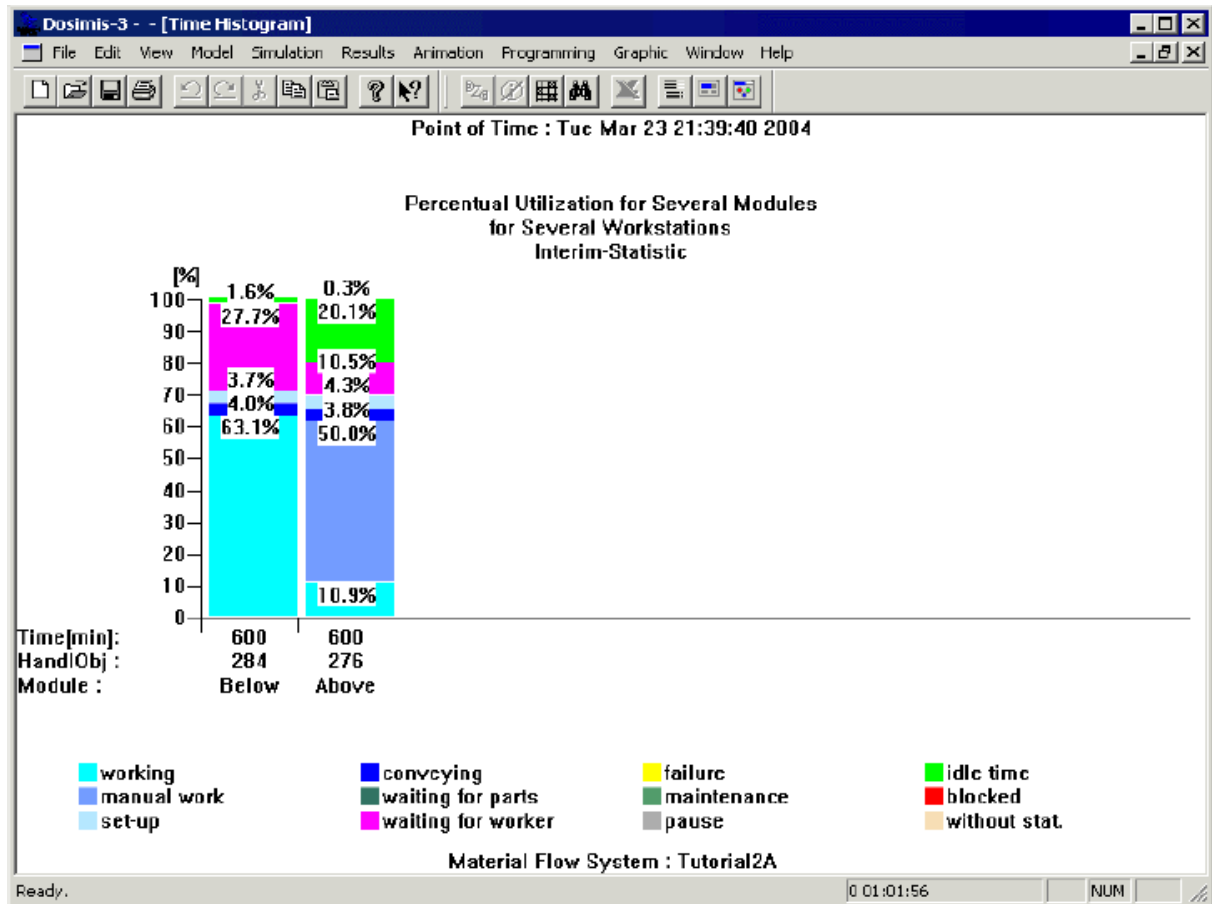
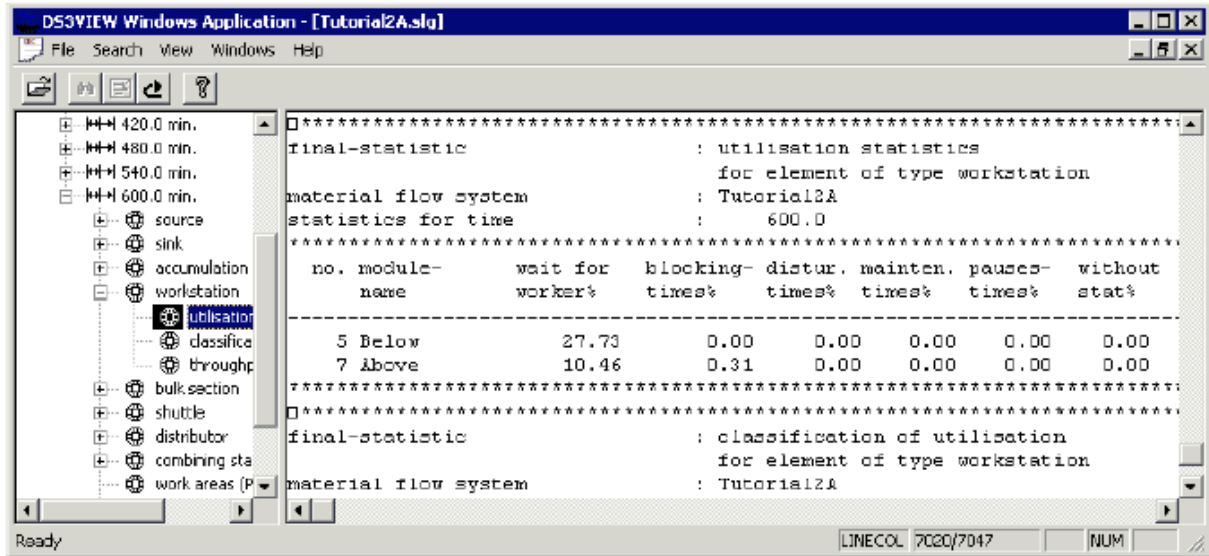

图 8.12 2 个工作站的时间直方图
图 8.13 工作站模块最终统计结果
- 点击主菜单“结果”下的“时间图”子菜单。将显示如图 8.12 所示的 2 个工作站的时间直方图。
从图 8.12 可以看出，2 个工作站的等待工人的时间的比例都比较高。这也可以从结果统计中看到，如图 8.13 所示。等待工人导致了系统工作效率的下降。经过比较发现，因为等待工人时间的存在，使系统的物料通过量降低了 16% 左右。